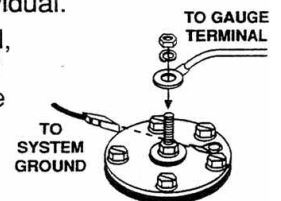

FIGURE 6
**SENDING UNIT MUST BE GROUNDED USING NO. 16 WIRE AND 1/4 PUSH-ON TERMINAL. RUN A LEAD FROM THE TERMINAL ON THE MOUNTING PLATE TO ELECTRICAL SYSTEM GROUND. REFER TO FIGURE 6.**